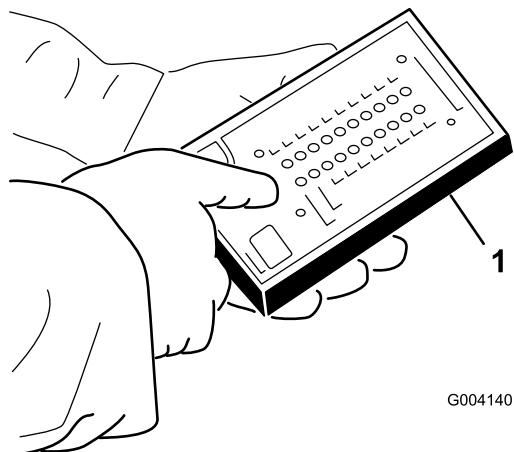

Figura 19
- Conecte el conector de la pantalla diagnóstica ACE al conector diagnóstico (Figura 19).